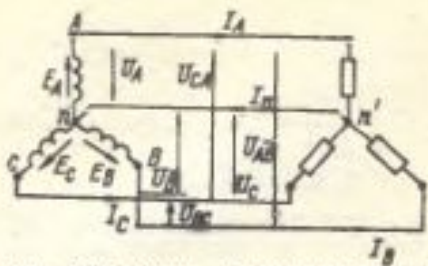

Рис. 10-5. Схема четырехпроводной трехфазной цепи.
Величины, относящиеся к одной фазе (рис. 10-5), получили название фазных: фазные эдс E_a, E_b, E_c ; фазные токи I_a, I_b, I_c ; фазные напряжения U_a, U_b, U_c .
- Токи в фазах генератора и фазах приемника сохранили название фазных токов. Из рис. 10-5 видно, что фазный ток является и линейным током.